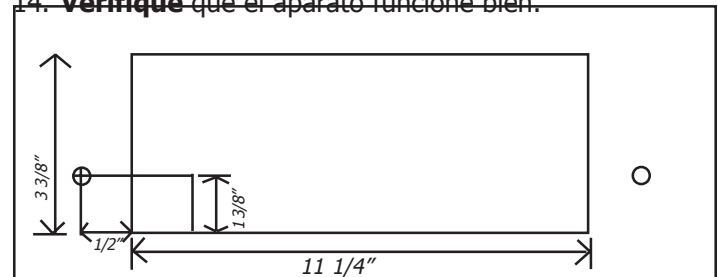

Figura 3: Dimensiones del recorte de instalación del control remoto
Perfore agujeros de guía para los tornillos (2). Vea la Figura 3 para las dimensiones apropiadas.